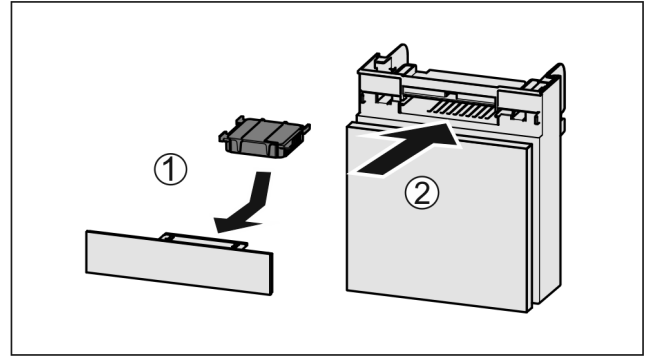

Fig. 176
- ▶ Insérer le filtre à charbon actif d'après le schéma Fig. 176 (1).
- ▶ Insérer le compartiment Fig. 176 (2).